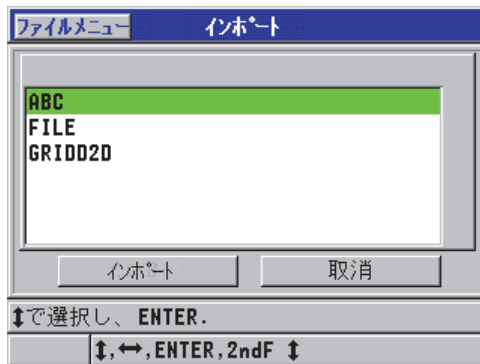

図 11-3 インポート画面の例
5. インポート画面で、以下の操作を行います (206 ページの図 11-3 を参照)。